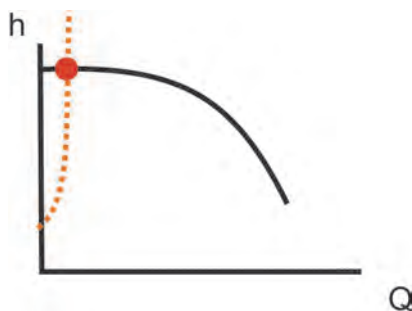

Fig. 5 A **BOMBA ESTRANGULADA:** El PdO ubicado muy cerca del extremo izquierdo es riesgoso y en algunos casos crítico.
(Fig 5.A y B)
Fig. 5 B **QUÉ SUCEDE EN LA BOMBA CUANDO TRABAJA ESTRANGULADA:** En este corte de una bomba centrífuga vemos como todo el flujo al no poder circular adecuadamente (A) recircula dentro de la cámara de la bomba (C), la magnitud de este retorno depende mucho de la luz que haya entre los aros de desgaste (marcados en rojo) volviendo al ser succionado por el impulsor (B).